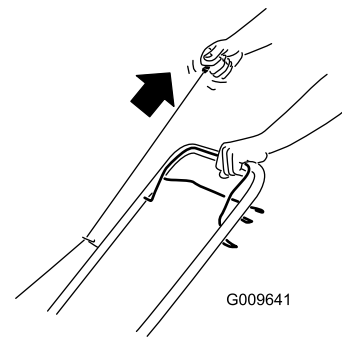

Figura 12
2. Tirate l'avviatore autoavvolgente (Figura 12).
Nota: Quando utilizzate l'avviatore autoavvolgente, tiratelo leggermente fino ad avvertire una certa resistenza, poi date uno strappo (Figura 12). Lasciate che il cordino si riavvolga nell'avviatore lentamente.